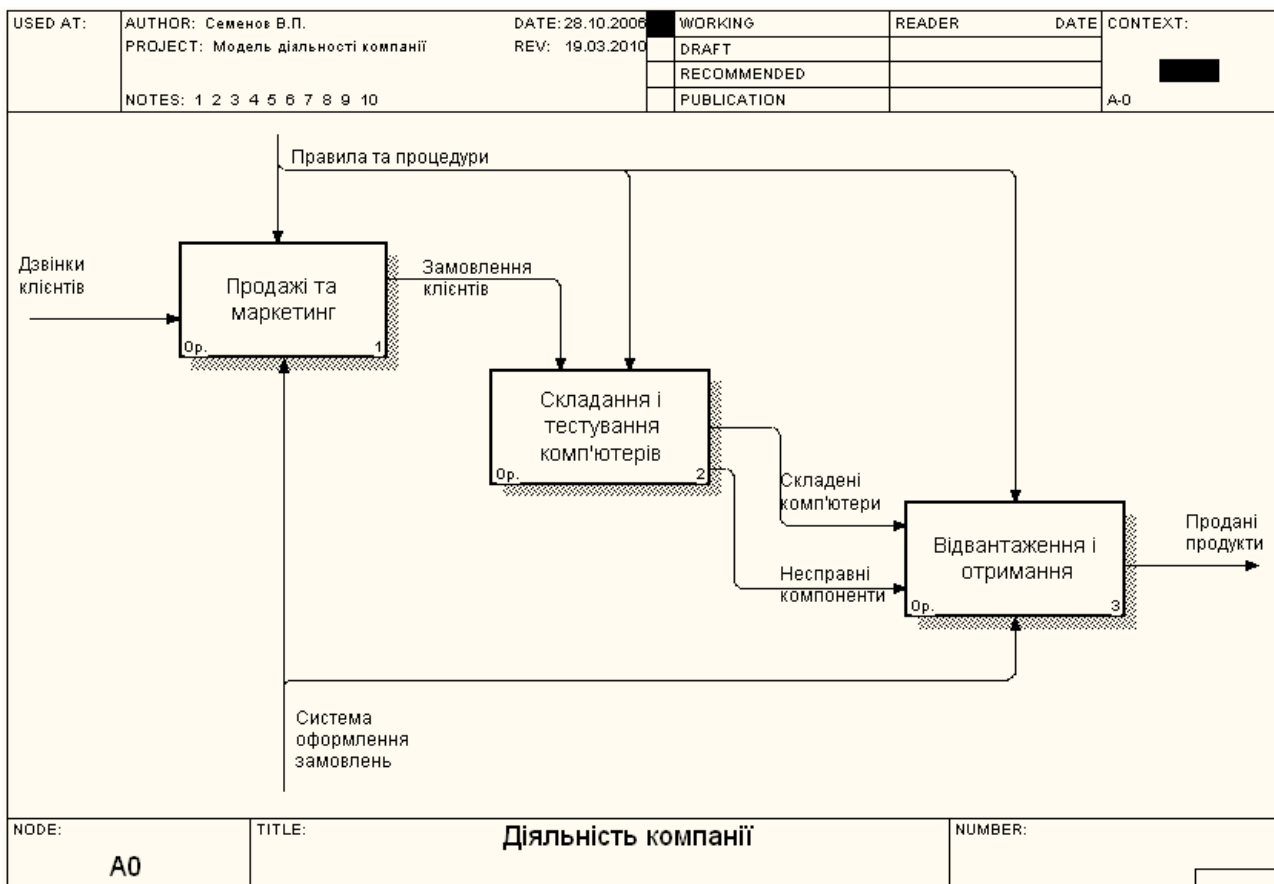

Рисунок 2.5 – Внутрішні стрілки діаграми A0
5. Перейменуйте роботу «Правила складання і тестування комп'ютерів» на «Складання і тестування комп'ютерів». Створіть нові внутрішні стрілки «Замовлення клієнтів», «Складені комп'ютери» і «Несправні компоненти» так, як показано на рис. 2.5. Дайте назву «Правила складання і тестування» стрілці керування, яка входить в роботу «Складання і тестування комп'ютерів».